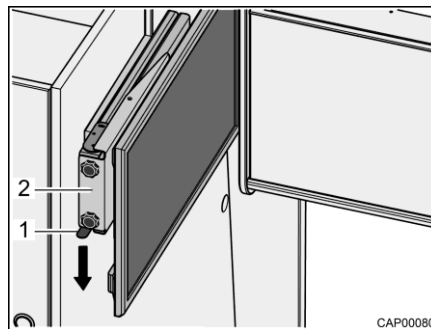

Fig. 81 Extension avec écran plat
- Presser le ressort à cran d'arrêt (Fig. 81,1) vers le bas et extraire l'extension (Fig. 81,2) avec l'écran plat à l'horizontale en direction du centre du véhicule.
- Pousser l'extension (Fig. 81,2) avec l'écran plat à l'horizontale jusqu'en butée. Le ressort à cran d'arrêt (Fig. 81,1) s'enclenche de manière audible.